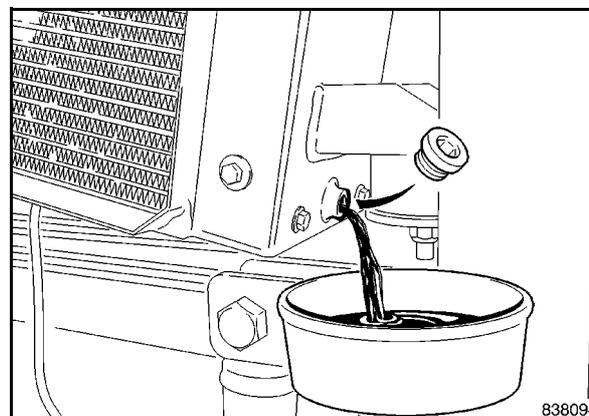

Fig. 206
- Svitare il tappo di chiusura (Fig. 206) e scaricare il liquido di raffreddamento.